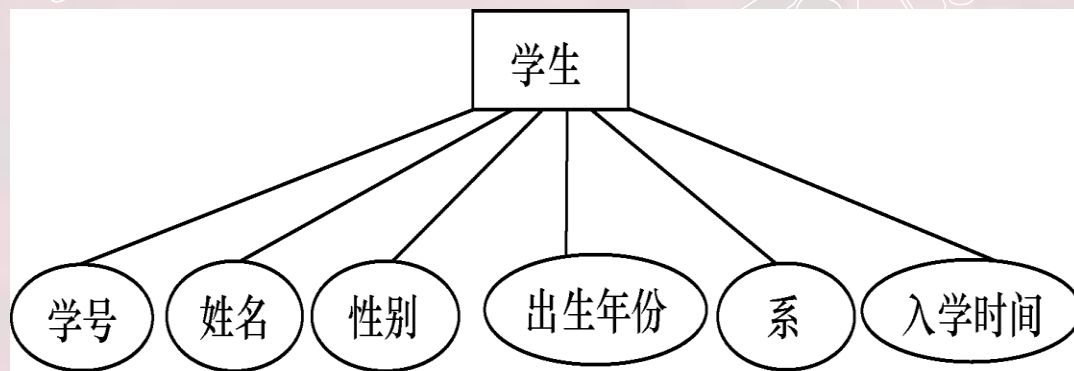

图7.9 学生实体及属性
▶ 例如，学生实体具有学号、姓名、性别、出生年份、系、入学时间等属性，用E-R图表示如图7.9所示